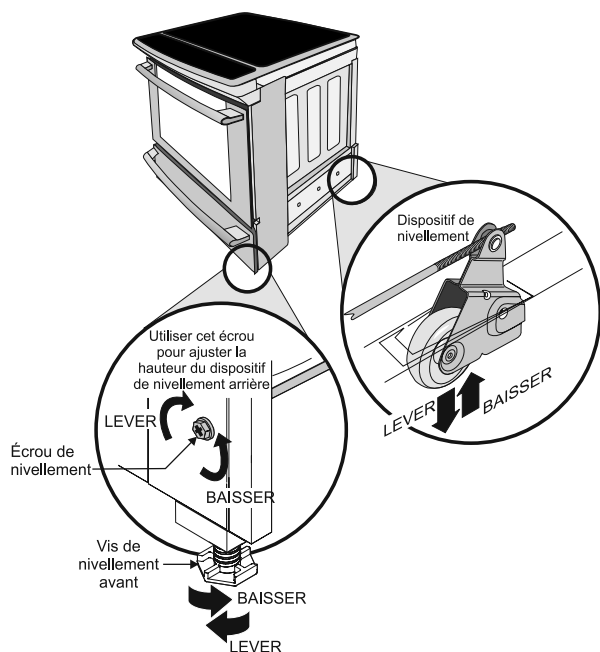

Figure 16
- Ajustez les pieds de l'appareil, comme décrit plus loin, jusqu'à ce que le dessous de la surface de cuisson s'appuie délicatement sur le dessus du comptoir et soit à niveau (Figure 16).